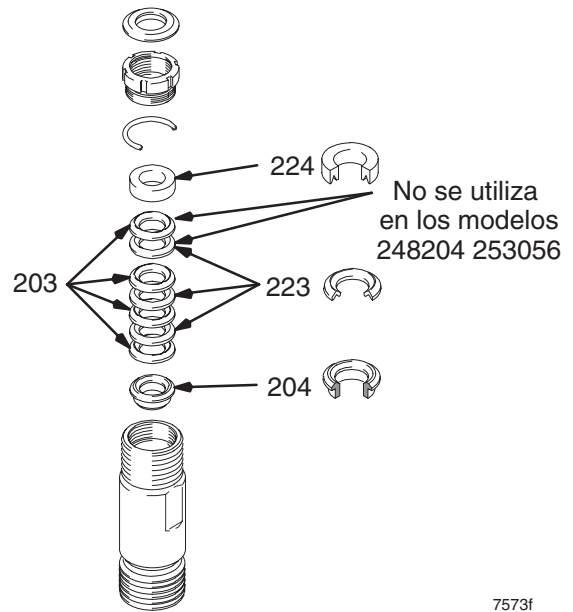

Fig. 12
Fig. 12. Antes de montar, empape todas las empaquetaduras de cuero con aceite SAE 30W durante 1 hora como mínimo. Coloque el casquillo macho (204) en el cilindro. Coloque las empaquetaduras alternando las empaquetaduras UHMWPE (203) con las de cuero (223) (observe la orientación). Coloque el casquillo hembra (224) en la parte superior del cilindro. Asiente las empaquetaduras.